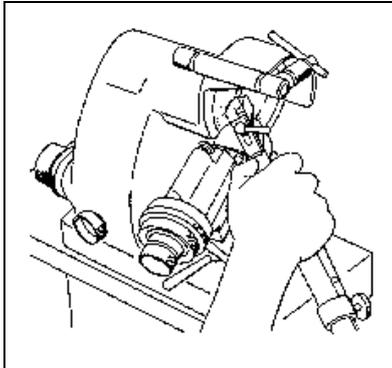
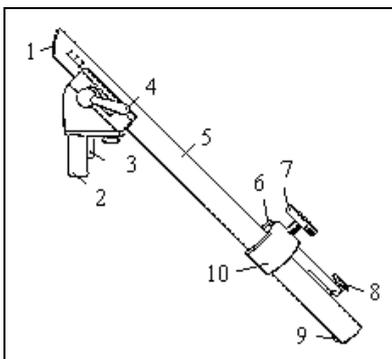

Bild 5-3: Halten der Spiralbohrerschleifeinrichtung
Bild 5-4: Spiralbohrerschleifeinrichtung
Die Spiralbohrer-Schleifeinrichtung mit dem Aufnahmezapfen (Bild 5-4 Pos.2) in einer 12-mm-Spannzange im Teilkopfschlitten des Teilkopfträgers aufnehmen. Den Fixierstift (Bild 5-4 Pos.2) dabei in die Bohrung des entfernten Einstellfingers einschieben.
Der Anschlag (Bild 5-4 Pos.6) besitzt an der Seite eine glatte Anschlagfläche für alle Spiralbohrer zwischen 3 und 18 mm Durchmesser.
Beim Schleifen wird hierbei der Spiralbohrer von Hand gegen den Anschlag (Bild 5-4 Pos.6) und dem Schwenkprisma (Bild 5-4 Pos.5) gehalten (Bild 5-3).
Kleinere Bohrer von 3 bis 6 mm Durchmesser, die während des Schleifens nicht immer bequem und sicher zu halten sind, können mit der Druckschraube (Bild 5-4 Pos.8) gespannt werden.
Dazu kann nach Lösen der Klemmschraube (Bild 5-4 Pos.7) der Anschlag (Bild 5-4 Pos.6) mit dem Ring (Bild 5-4 Pos.10) über die eingedrückte Sicherung (Bild 5-4 Pos.9) herausgezogen und umgedreht werden.
7. Knebel (Bild 5-4 Pos.4) lösen. Schwenkprisma (Bild 5-4 Pos.5) nach Skala auf den Durchmesser des zu schleifenden Bohrers einstellen. Knebel wieder (Bild 5-4 Pos.4) festklemmen.
8. Knebel (Bild 4-1 Pos.13) lösen. Knebel (Bild 4-1 Pos.8) klemmen. Teilkopfträger auf der Rohrführung so weit verschieben, bis die Einstellplatte (Bild 5-4 Pos.1) ca. 1 mm seitlich der Schleifkörperinnenseite steht. Vor dem Klemmen des Knebels (Bild 4-1 Pos.13) den Markierungspunkt des Senkrechtschwenklagers auf ungefähr gleiche Höhe wie den Markierungspunkt der Rohrführung einstellen. Knebel (Bild 4-1 Pos.13) klemmen. Knebel (Bild 4-1 Pos.8) lösen.
9. Spiralbohrer in das Schwenkprisma (Bild 5-4 Pos.5) einlegen. Klemmschraube (Bild 5-4 Pos.7) lösen. Anschlag (Bild 5-4 Pos.6) so einstellen, daß die Schneiden-Brustfläche des Bohrers an der Einstellplatte (Bild 5-4 Pos.1) anliegt und ca. 0,5 mm übersteht. Klemmschraube (Bild 5-4 Pos.7) festziehen.
**HINWEIS:** Beim Arbeiten mit der Anschlagfläche für Bohrerdurchmesser 3 - 6 mm die Druckschraube (Bild 5-4 Pos.8) festziehen